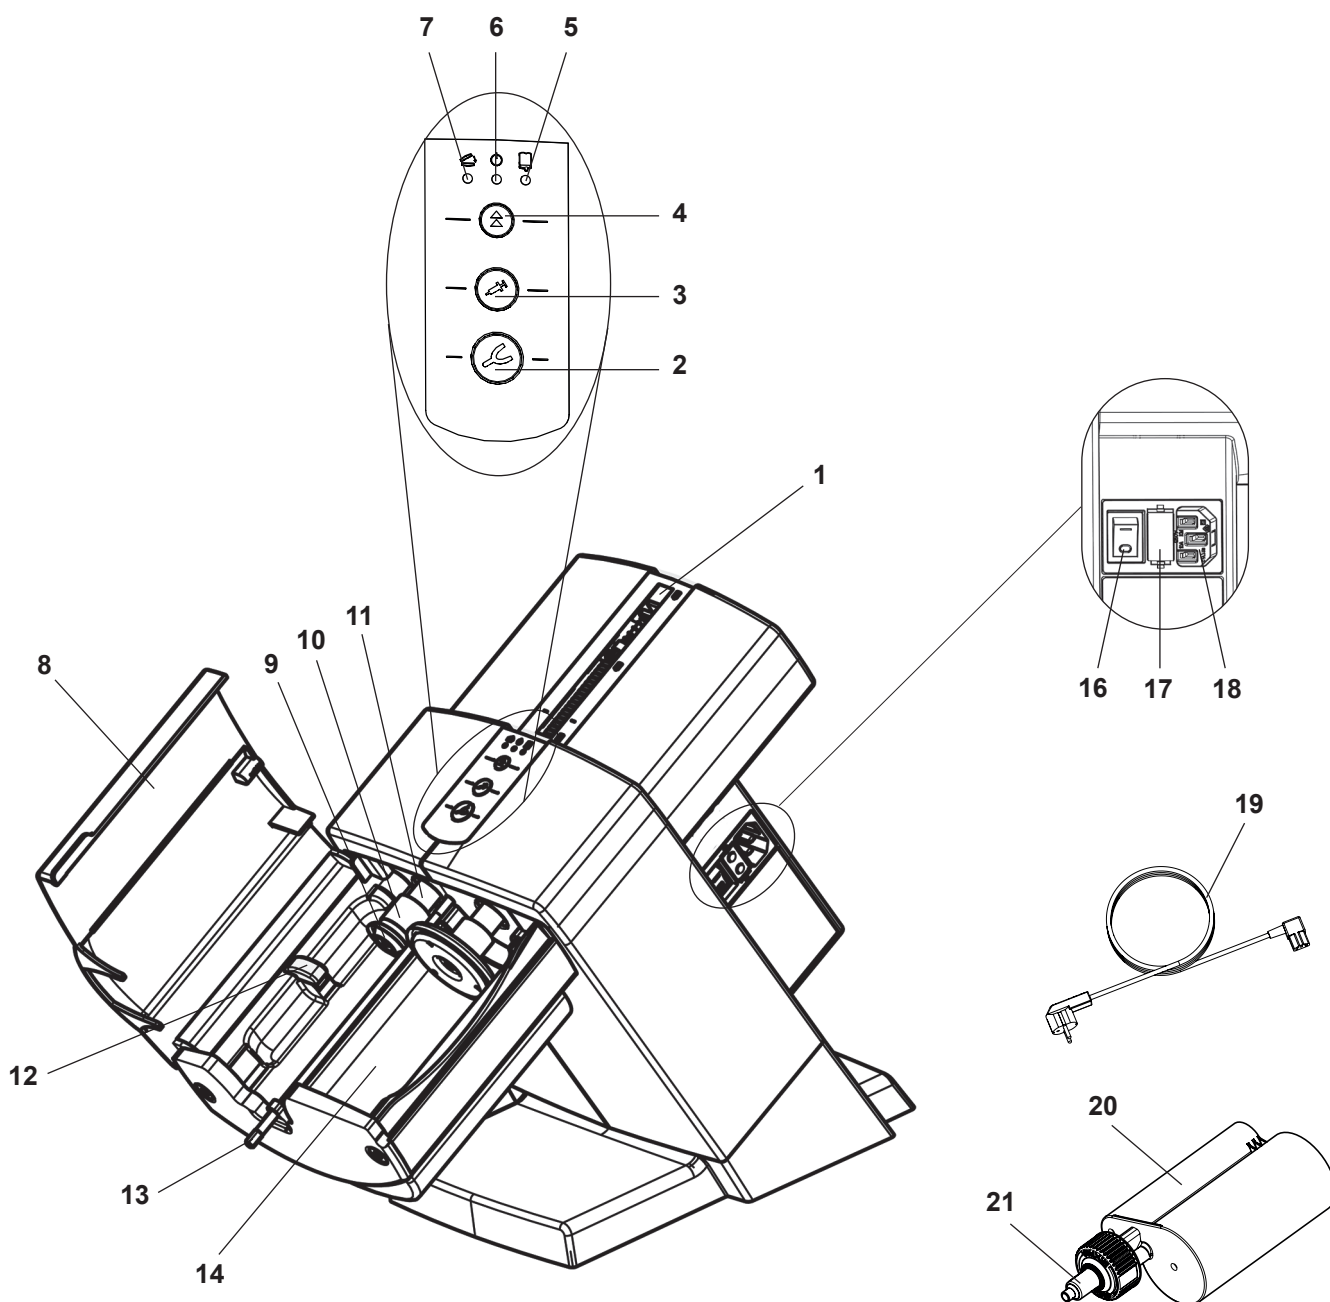

Fig. 1
- Slut det medfølgende strøm-kabel (19, Fig. 1) til lysnetkontakten (18).
⇒ Luk enhedens dæksel (8, Fig. 1).
- ◆ Trykpladerne (9, Fig. 1) kører tilbage i udgangsposition og stopper der.
En patron kan kun lægges i eller udskiftes, når de to trykplader (9, Fig. 1) befinder sig i udgangspositionen.
⇒ Åbn enhedens dæksel (8, Fig. 1).
Apparatets dæksel kan kun lukkes, hvis patronen er lagt korrekt i. Så længe apparatets dæksel ikke er lukket ordentligt, lyser den røde LED "Apparatdæksel åbent" (7, Fig. 1).
♦ Blandingssekskanten (13, Fig. 1) begynder at dreje sig, bliver automatisk flettet ind i blandingsdysen (21, Fig. 1) og stopper så igen.